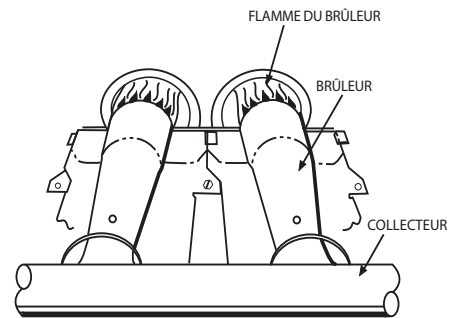

Fig. 10 – Brûleur monoport
1. Inspection de tous les passages de produits de combustion, y compris les brûleurs, l'échangeur de chaleur et la boîte collectrice de produits de combustion, assurez-vous que les flammes du brûleur sont de couleur bleue et réglées de façon adéquate. Consultez la Fig. 10 pour obtenir des renseignements sur la flamme du brûleur.